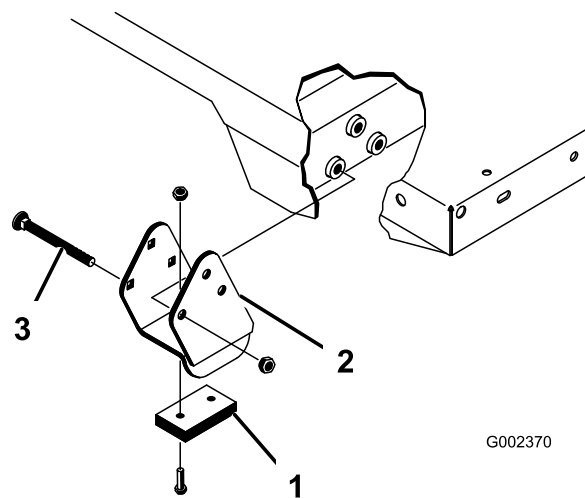

Figura 25
Certifique-se de que os suportes dos espaçadores e os bloqueios contra desgaste (Figura 25) foram instalados na cabeça das porcas no interior da máquina.
2. Coloque a plataforma com cuidado no chassi, alinhando os orifícios posteriores da placa articulada da plataforma com os orifícios do canal traseiro e coloque os 2 passadores de forquilha e pinos de sujeição (Figura 25).
4. Introduza o passador de forquilha na parte exterior da plataforma com o pino de sujeição virado para fora (Figura 25).